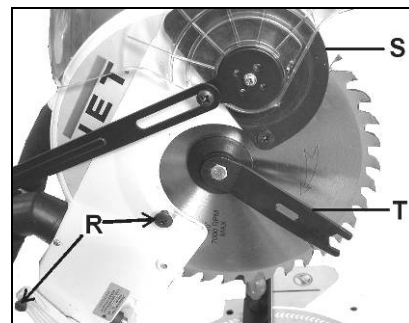

Fig 9
Retirer le protège-lame, en desserrant les 2 vis (R, Fig 9) se trouvant sur le côté de celui-ci et faire basculer le protège-lame vers le haut (S).
A l'aide des deux vis (R, Fig 9) remonter le capot de protection de la lame de scie.